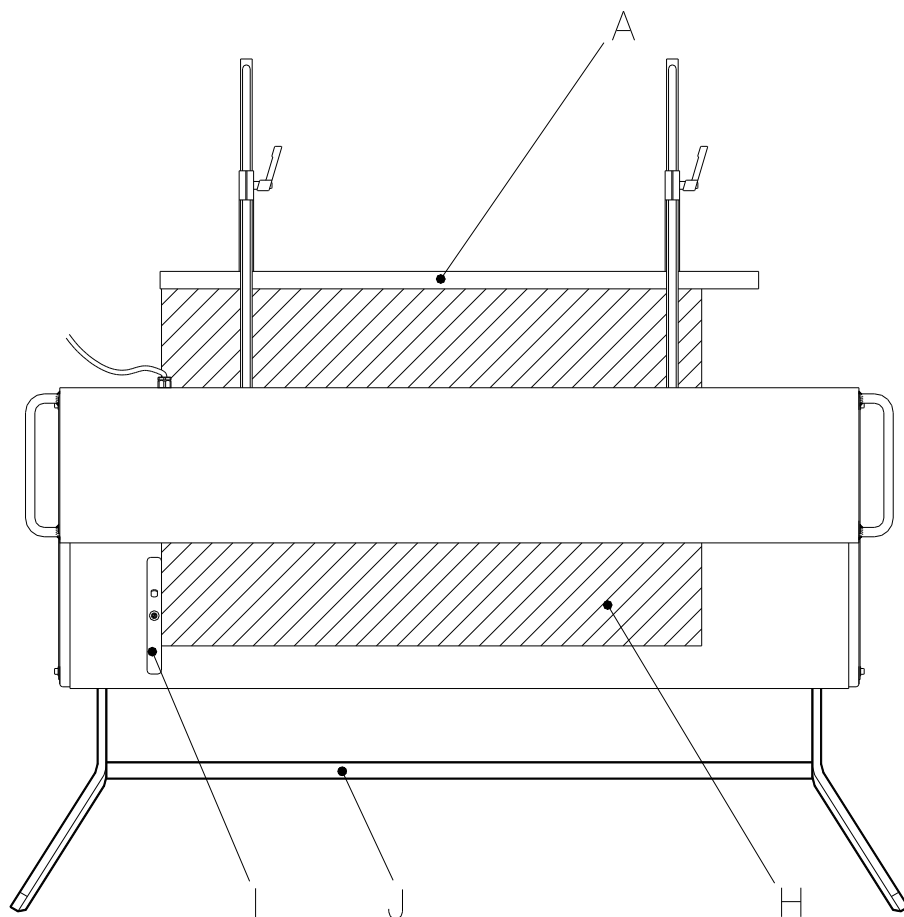

Fig. 2.1
Efter tilslutningen af de ovenfor nævnte dele er saksen klar til brug. Først indstilles pladestoppet bag på saksen ved at løsne håndtagene (C), så plade-stoppet (A) kan flyttes til den ønskede klippelængde. Herefter indføres emne-pladen (H) (se fig. 2.1), som til slut stødes op mod gradmodholdet (I), der kan indstilles i den ønskede klippevinkel, hvorefter trædevangen (J) trykkes i bund. Pladetilholdet går ned for at fastholde emnepladen under klipningen, overkniven rykkes ned gennem emnepladen, hvorefter den køres op igen samtidig med, at pladetilholdet slipper emnepladen, og saksen er nu klar til et nyt klip.